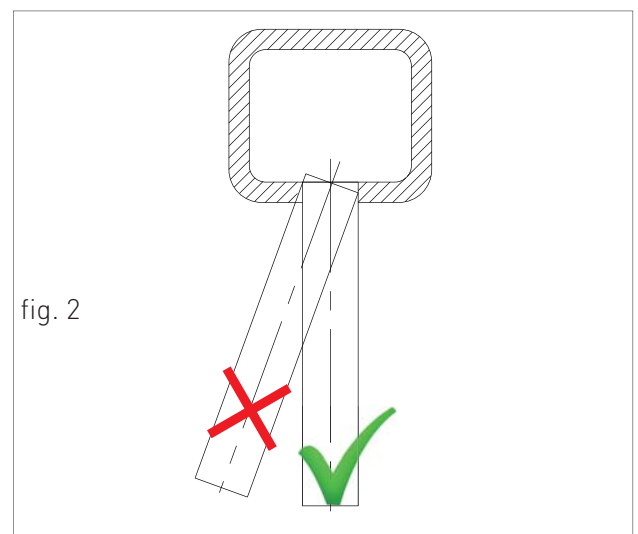

fig. 2
- › El conducto de salida de humos debe ser perpendicular a la pared interna opuesta de la chimenea (fig. 2).